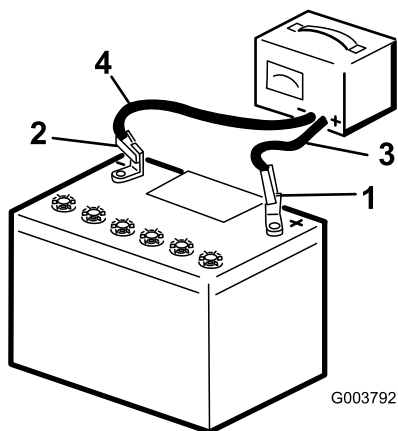

Figure 131
5. Connectez le câble positif du chargeur de batterie à la borne positive de la batterie (Figure 131).
6. Connectez le câble négatif du chargeur de batterie à la borne négative de la batterie (Figure 131).
8. Quand la batterie est chargée au maximum, débranchez le chargeur de la source électrique, puis débranchez les fils du chargeur des bornes de la batterie (Figure 131).